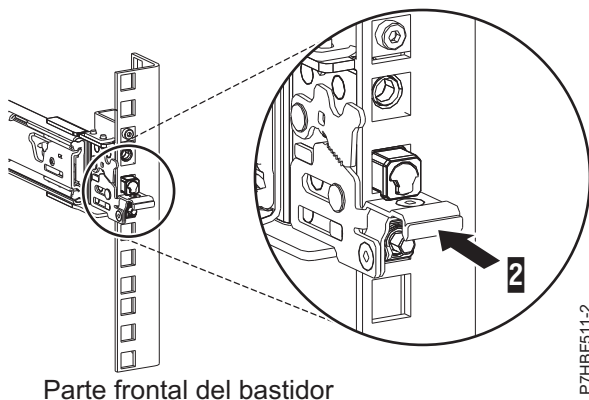

Figura 23. Pestillo colocado en el riel frontal del bastidor
- Al tirar del raíl deslizante hacia adelante, asegúrese de que las tres patillas sobresalen de los orificios del bastidor y, a continuación, presione el pestillo frontal (2) hasta el final. Para obtener más de talles, consulte Figura 23.